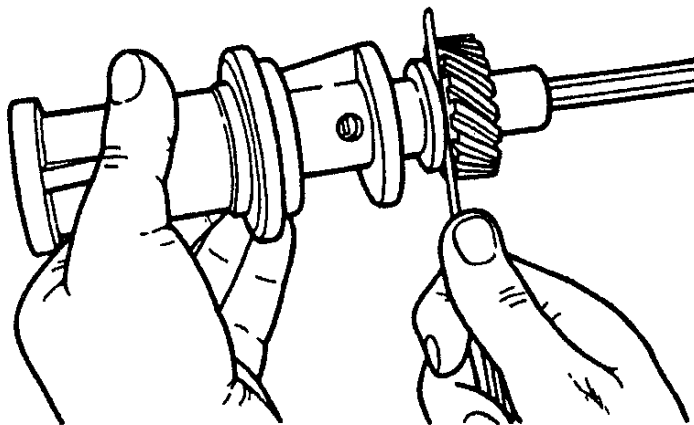

Рис.49. Проверка осевого зазора в приводе масляного насоса
4. Проверить легкость вращения валика от руки. Проверить щупом зазор между упорной шайбой и торцом шестерни привода (рис.49), который должен быть 0,15...0,40 мм.